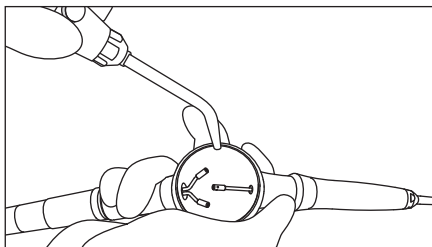

Fig. 7
3) Sopre o pó restante no recipiente de pó com ar. (Fig. 7)